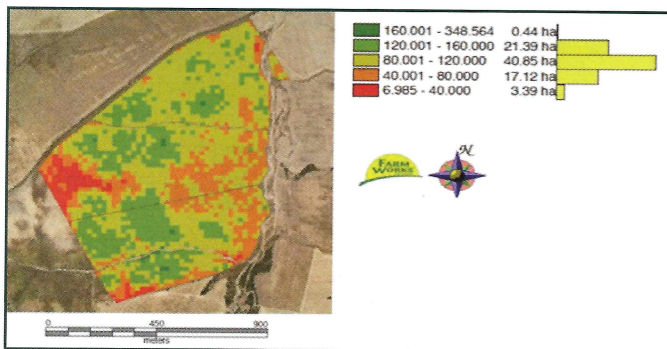

FIGURA 3
- Sensor arrastrado para la medida de la conductividad eléctrica (CE) que proporciona una gran cantidad de información a bajo coste superficial. Muy útil para diferenciar zonas de manejo dentro de la parcela que tienen características similares y de las que se espera un comportamiento homogéneo (figura 3).